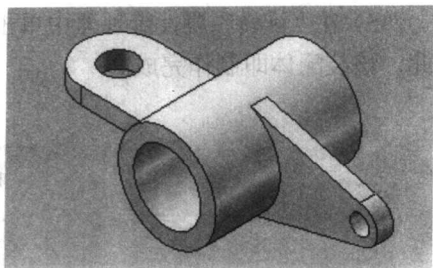

图 1-16 等轴侧效果
(9) 将视图设置为“等轴侧”视图后的效果如图 1-16 所示。至此，该装配体即制作完成。